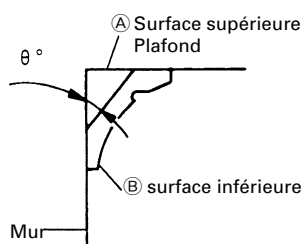
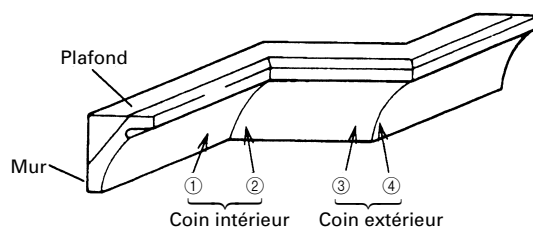

Fig. 33
Fig. 34
La Fig. 33 montre deux types de corniche complexe courants ayant des angles de 38° et de 45°. Pour les montures de corniche complexe, voir la Fig. 34.
(1) Réglage de coupe en corniche complexe aux positions ① et ④ de la Fig. 34 (voir Fig. 36 ; incliner la tête vers la gauche) :
- ① Tourner la plaque tournante vers la droite et régler l'angle d'onglet comme suit :
- ② Incliner la tête vers la gauche et régler l'angle de biseau comme suit :
- ③ Disposer la corniche complexe de façon que la surface inférieure (A sur la Fig. 33) touche la garde comme indiqué à la Fig. 38.
(2) Réglage de coupe en corniche complexe aux positions ② et ③ de la Fig. 34 (voir Fig. 37 ; incliner la tête vers la gauche) :
- ③ Disposer la corniche complexe de façon que la surface supérieure (B sur la Fig. 33) touche la garde comme indiqué à la Fig. 39.